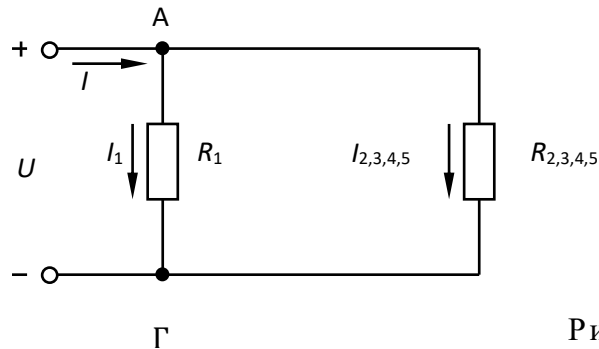

Рис. 1.5
4. На участке АГ (рис. 1.5) сопротивления  $R_1$  и  $R_{2,3,4,5}$  соединены параллельно. Определяем эквивалентное сопротивление этого участка и всей цепи